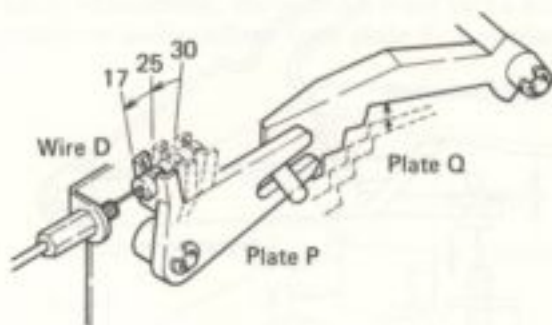

Fig. 30
11.6 RECORD SIZE SELECTOR (Fig. 30)